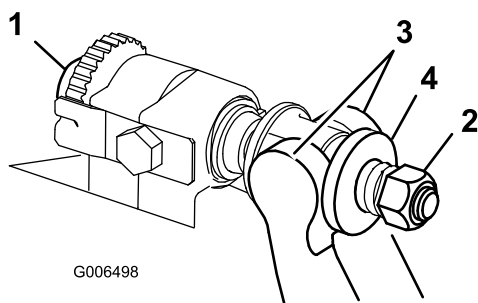

Рисунок 13
1. Поверните регулировочный винт планки неподвижного ножа против часовой стрелки, чтобы отвести неподвижный нож от барабана (Рисунок 13).
2. Отвинтите гайку затяжки пружины, чтобы ослабить давление шайбы на планку неподвижного ножа (Рисунок 13).